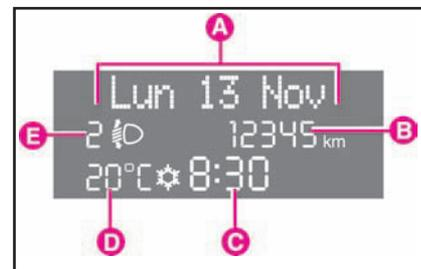

рис. 41
- Регулировка подсветки внутренних устройств управления **Е** (рис. 41)
- Дата **А** (рис. 41)
- Пробег автомобиля (общий или суточный) **В** (рис. 41)
- Часы **С** (рис. 41)
- Наружная температура **Д** (рис. 41)